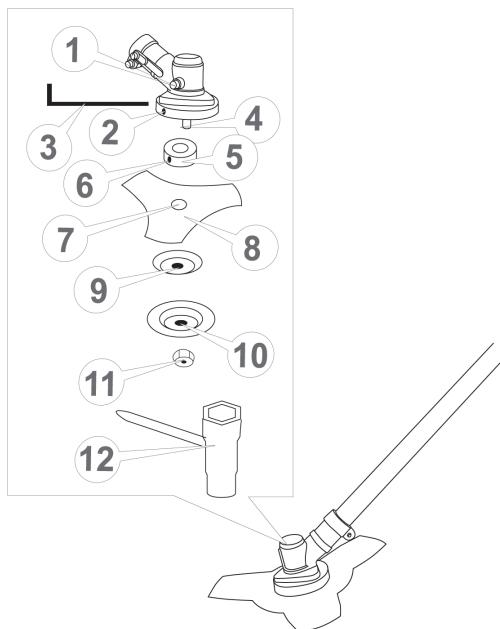
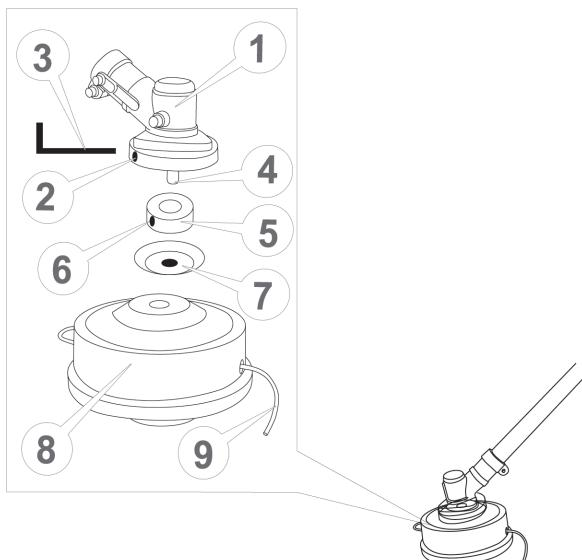

Рисунок 5. Схема встановлення різального ножа.
Рисунок 6. Схема встановлення різальної головки із жилкою.
- вставити шестигранний ключ (3 рис. 5) або викрутку в стопорний отвір (2, рис. 5) редуктора, фіксуючи таким способом вал від провертань;
- відкрутити за допомогою накидного ключа (12, рис. 5) верхню фіксувальну гайку лівої нарізки (11, рис. 5), зняти її, після чого зняти захисну кришку тарілчастої форми (10, рис. 5) та шайбу тарілчастої форми (9, рис. 5), залишаючи на шпинделі (4, рис. 5) приводну шайбу-перехідник (5, рис. 5);
- поверх приводної шайби вкласти різальний ніж (8, рис. 5) таким чином, щоб посадковий уступ приводної шайби (5, рис. 5) увійшов у посадковий отвір ножа (7, рис. 5);
- поверх ножа почергово встановити на шпиндель редуктора шайбу тарілчасту (9, рис. 5), захисну кришку (10, рис. 5) і надійно закріпити гайкою лівої нарізки (11, рис. 5) за допомогою накидного ключа (12, рис. 5);
- витягнути ключ (3, рис. 5) із стопорного отвору (2, рис. 5) редуктора (1, рис. 5).
Фіксуюча гайка (11, рис. 5) має ліву нарізку.
- вставити шестигранний ключ (3, рис. 6) або викрутку в стопорний отвір (2, рис. 6) редуктора, фіксуючи таким чином вал від провертань;
- відкрутити за допомогою накидного ключа (12, рис. 5) верхню фіксувальну гайку лівої нарізки (11, рис. 5), зняти її, після чого зняти захисну кришку (10, рис. 5), залишаючи на шпинделі (4, рис. 6) приводну шайбу (5, рис. 6) та шайбу тарілчастої форми (7, рис. 6);
- поверх шайби тарілчастої форми накрутити різальну головку із жилкою (8, 9, рис. 6);
- витягнути шестигранний ключ (3, рис. 6) або викрутку із стопорного отвору (2, рис. 6) редуктора (1, рис. 6).